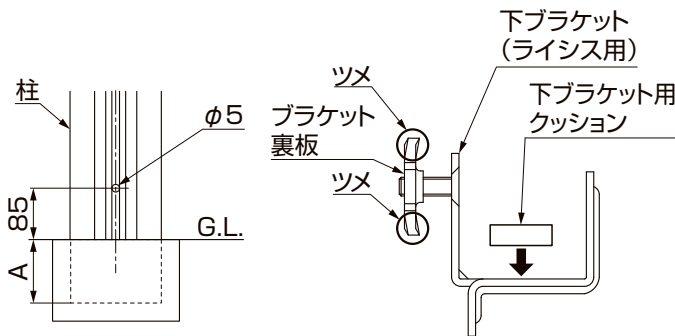

図3-2
- ブラケット裏板には表裏があります。角部にツメが立っている側を下ブラケットに向けてください。(図3-2参照)